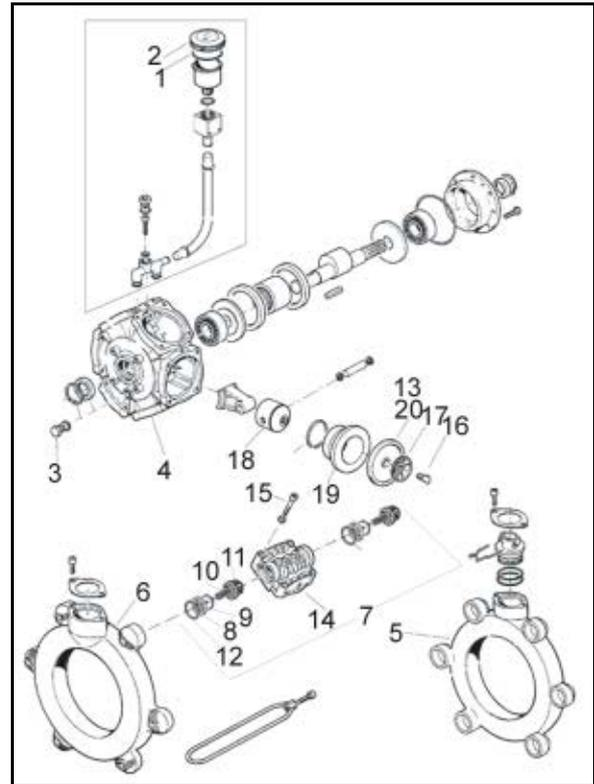

Fig. 78
2. Deckel (Fig. 78/2) abnehmen.
- 3.2 Antriebswelle (Fig. 78/3) so lange von Hand verdrehen, bis das alte Öl vollständig ausgelaufen ist. Darüber hinaus besteht die Möglichkeit, das Öl an der Ablass-Schraube abzulassen. Hierbei bleiben jedoch geringe Ölreste in der Pumpe, daher empfehlen wir die erste Vorgehensweise.
5. Antriebswelle (Fig. 78/3) wechselweise nach rechts und links drehen und neues Öl langsam auffüllen. Die korrekte Ölmenge ist eingefüllt, wenn das Öl an der Markierung (Fig. 78/1) sichtbar ist.